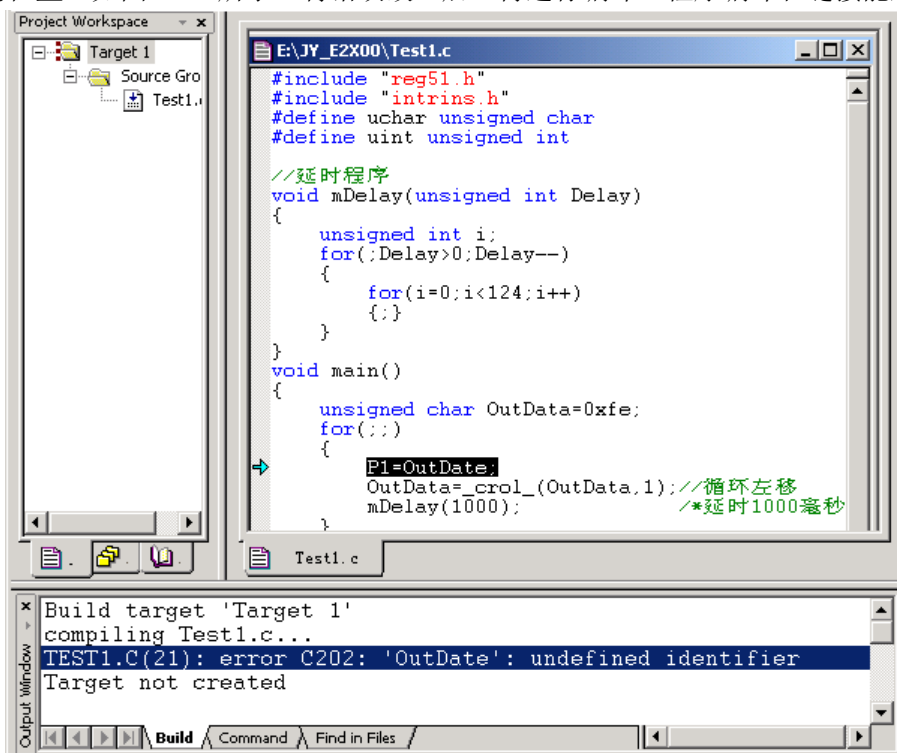

图 3-26 编译后的错误定位
我们前面的程序经过验证后没有错误，但是用户在开始编写程序时容易出现错误，现在我们故意将“P1=OutData”改为“P1=OutDate”，我们再次进行编译和链接编译/链接，因源程序中有语法错误，在信息输出窗口中有错误报告出现：“TEST1.C (21): error C202: ‘OutDate’: undefined identifier”（在文件 TEST1.C 的 21 行，出现 C202 类型的错误，OutDate 没有定义）。双击该行，定位到出错的位置，如图 3-26 所示，将错误改正后，再进行编译，程序编译和链接能顺利完成。